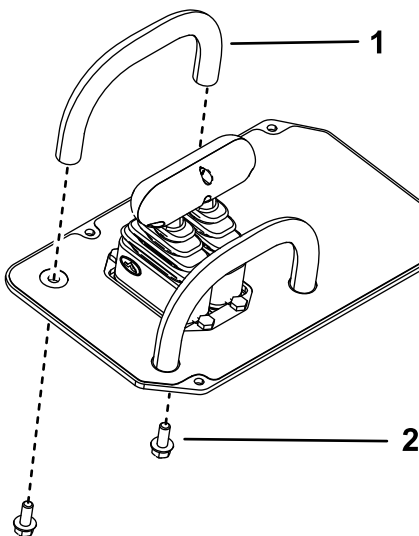

Figura 22
1. Perno y tuerca (4)
3. Levante la cubierta del panel de control y retire el asa delantera (Figura 22).